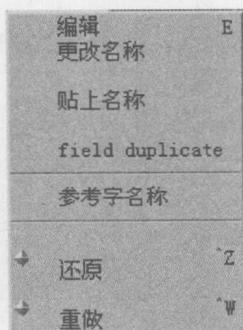

图 1-3
(2) 【编辑】主要有还原、重做及更改名称等菜单，如图 1-3 所示。